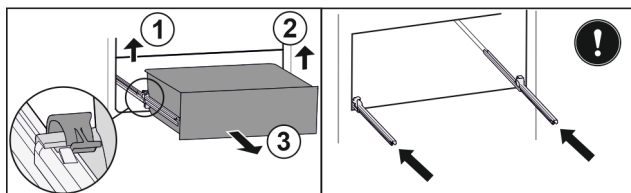

Fig. 78
- Løft venstre klemme og trekk samtidig skuffen fremover til venstre. Fig. 78 (1)
- Løft høyre klemme og trekk samtidig skuffen fremover til høyre. Fig. 78 (2)
- Ta ut skuffen framover. Fig. 78 (3)